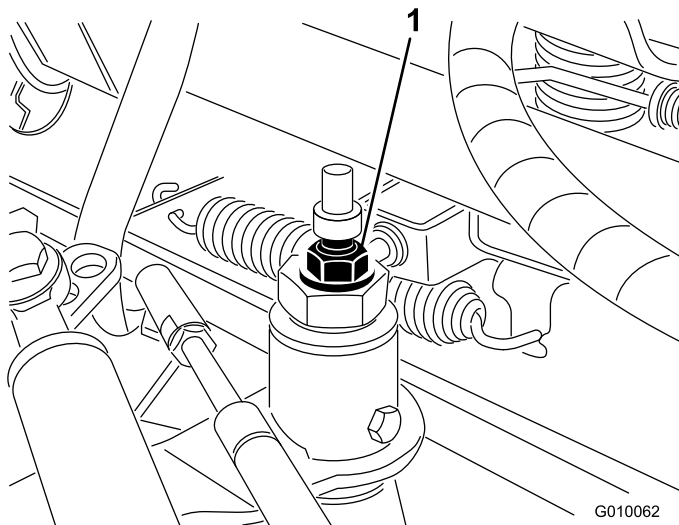

Figura 53
3. Desaperte a porca de bloqueio no excêntrico de tracção (Figura 53).